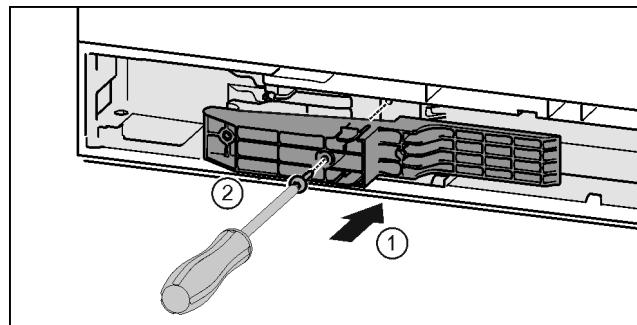

Fig. 45 *
- Вставьте деталь адаптера в выемку на стороне ручки. Fig. 45 (1)*
- Затяните винты отверткой T15. Fig. 45 (2)*